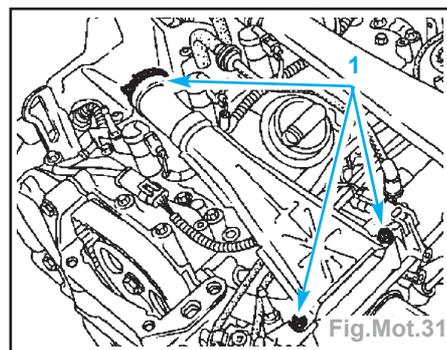

Fig.Mot.31
- le raccord d'arrivée et de carburant (1) de la rampe sans pincer le tuyau,
- les connecteurs des injecteurs (2),
- le connecteur du capteur de cliquetis (3),
- les vis de fixation de la rampe (4),
- Déposer le conduit d'air de refroidissement du turbocompresseur (1) (Fig.Mot.31).